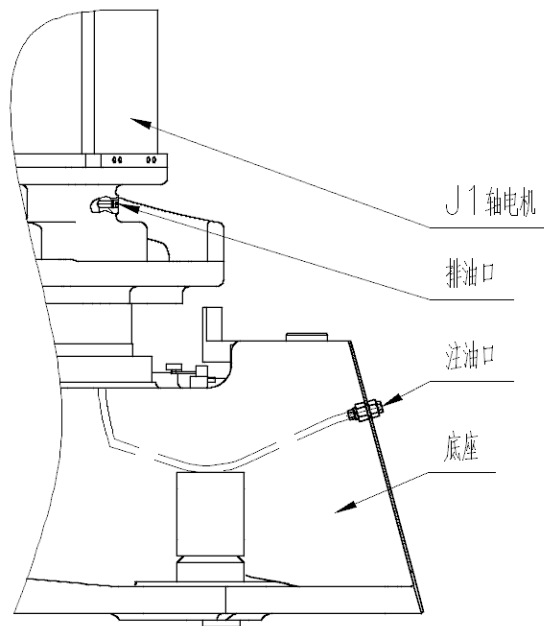

图 15 J1 轴局部结构
(1) 油脂补充步骤（参考图 15）
(2) 油脂更换步骤（参考图 15）